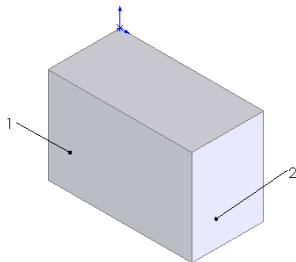
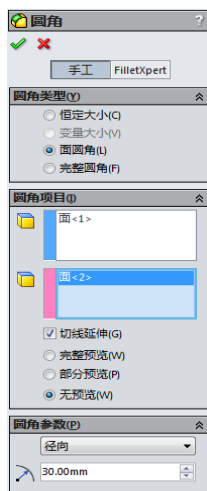

图 3-98 拉伸的图形
图 3-99 “圆角”属性管理器
**04** 设置视图方向。单击“标准视图”工具栏中的“等轴测”图标，将视图以等轴测方向显示，结果如图 3-98 所示。
**06** 设置属性管理器。在“圆角类型”一栏中，选择“完整圆角”复选框；在“圆角项目”的“边侧面组 1”一栏中，选择图 3-98 中的面 1；在“圆角项目”的“中央面组”一栏中，选择图 3-98 中的面 2；在“圆角项目”的“边侧面组 1”一栏中，选择图 3-98 中的与面 1 对应的背面，其他设置如图 3-99 所示。